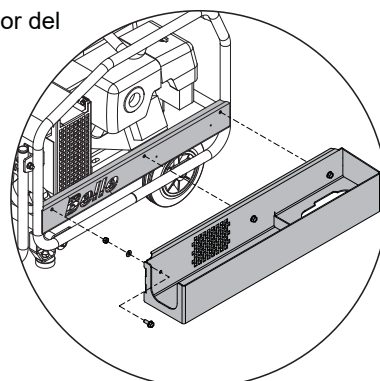

Imagen 5
1. Alinee los 3 agujeros del lateral de la bandeja de herramientas con los 3 agujeros del protector lateral del lado izquierdo. Fije la bandeja de herramientas al armazón con las arandelas, tuercas y los 3 pernos M8 suministrados en el kit. Ajústelos hasta 28 Nm (**consulte la imagen 5**)